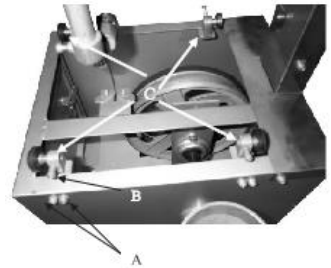

Рисунок 24
1. Используйте шестигранные винты (рис. 24А), чтобы зафиксировать четыре направляющих колеса (рис. 24С).
2. Ослабьте болт (рис. 24В), чтобы отрегулировать положение колеса.